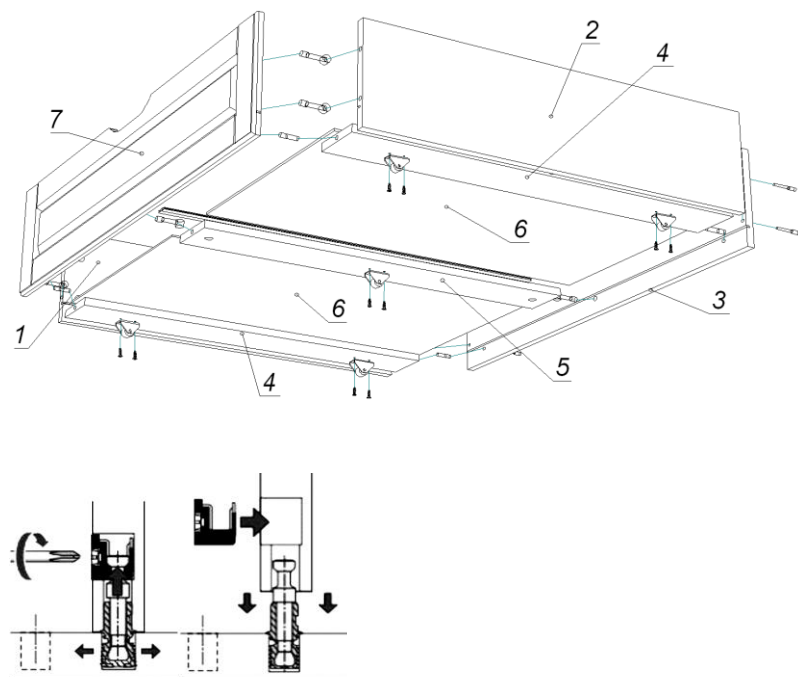

Рис.1
**Сборка изделия.** Планки поз.4 закрепить эксцентриками поз.011,012 (рис.1) к стенкам поз.1,2. Планки поз.4 закрепить шкантами поз.031 к стенке поз.3. Стенки поз.1,2 закрепить евровинтами поз.008 к стенке поз.3. Планку поз.5 закрепить эксцентриком к стенке поз.3. Фасадную стенку ящика поз.7 закрепить эксцентриками к стенкам поз.1,2 и планке поз.5, а к планкам поз.4 зафиксировать шкантами. Установить в пазы дно ящика поз.6 и зафиксировать фиксаторами для ДВП поз.056, в месте стыковки дна ящика использовать стыковочный профиль поз.081. Опоры поз.057 закрепить по разметке к планкам поз.4,5 шурупами 4x16.